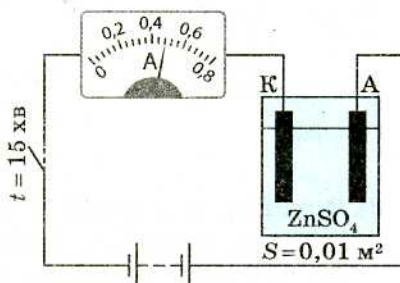

Рис. 2
2. На рис. 2 наведено схематичне зображення електричного кола, до складу якого входить посудина з водним розчином цинк сульфату. За даними рисунка обчисліть товщину шару цинку, що утвориться на катоді в результаті електролізу. Густина цинку 7,1 г/см³.